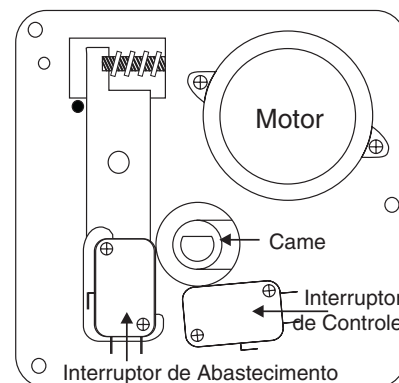

Figura 3.2
→ **Interruptores temporizadores (veja figura 3.2)**
3. Interruptor de fechamento – interrompe a operação do ice maker quando o recipiente está cheio de gelo. Este interruptor abre depois que o braço sensor está levantado em sua posição mais alta. É fixado no lado direito do tampa traseira (não ilustrado na figura 3.2).